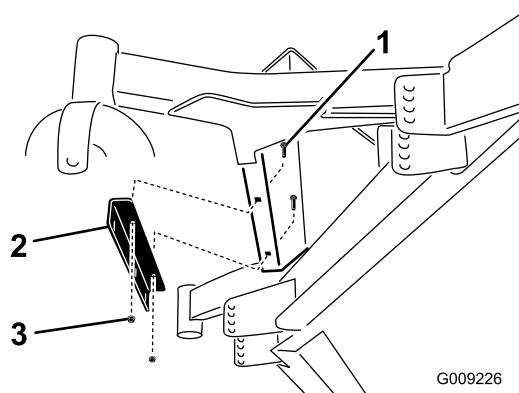

Figure 34
4. Fixez le support de montage de masse sous le repose-pieds avec 2 boulons de carrosserie ($5/16$ " x $\frac{3}{4}$ ") et 2 écrous à embase ($5/16$ "), comme montré à la Figure 34.